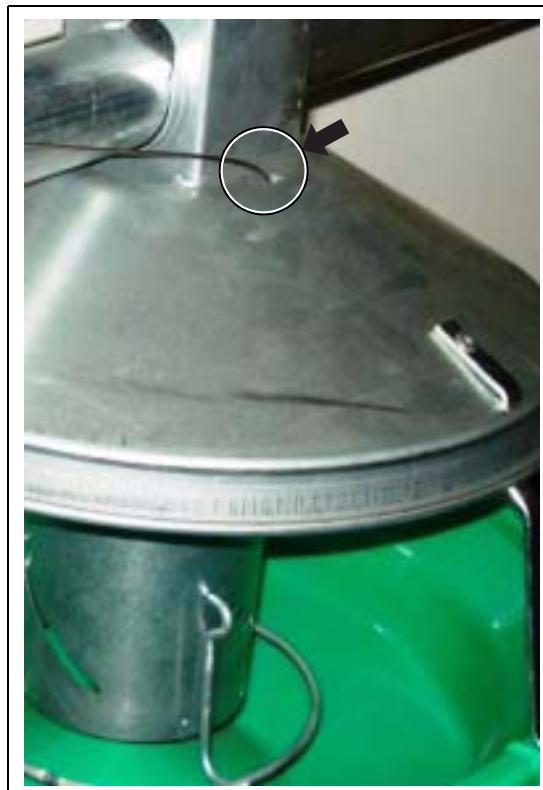

Рисунок 5V
- Соберите кормушку и установите кормораздаточную линию, как описано на Раздел 4 на стр. 14. Убедитесь, что тросы установлены через отверстия в верхней части лотка, как показано на Рисунок 5V.